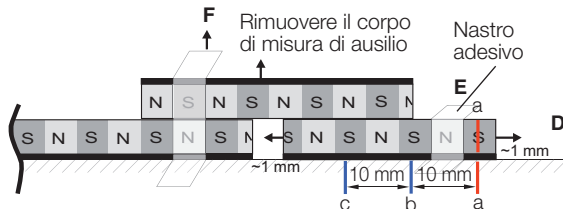

Fig. 4-11: Apporre tre contrassegni a, b e c
5. Spostare il secondo corpo di misura M2 sotto il corpo di misura di ausilio in una o nell'altra direzione, finché non è evidente l'attrazione massima. Fissare il corpo di misura M2 in questa posizione stabile, utilizzando del nastro adesivo. Rimuovere il corpo di misura di ausilio (Fig. 4-11). M1 e M2 sono ora orientati reciprocamente con poli sincronizzati.
6. Contrassegnare il corpo di misura M2 e la parte macchina in una qualsiasi posizione (a) (Fig. 4-11). Partendo da questo contrassegno in direzione giunto, applicare due altri contrassegni (b e c) solo sulla parte macchina, rispettivamente a una distanza di 1 coppia poli (10 o 20 mm).